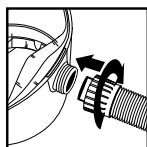

FIGURE 23
33. Réinsérez le tuyau dans l'admission et serrez l'écrou autobloquant. **FIGURE 23.**